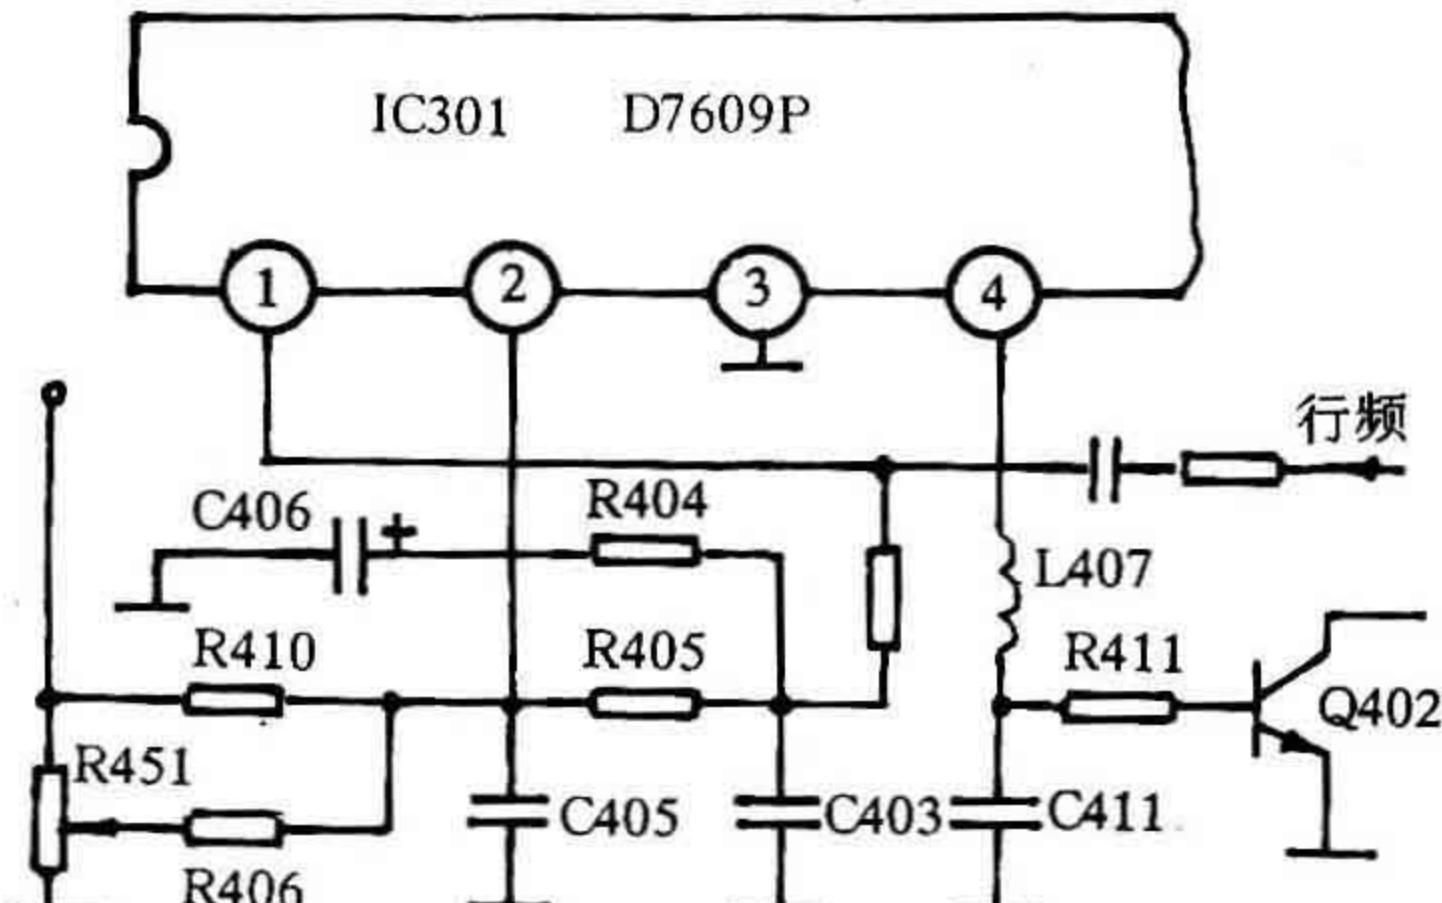

图9 长城 JTC471—2F 彩电行振荡电路
- 为了确定故障点,再测量行逆程脉冲整流滤波获得的+16.5 V电压为0,说明行输出级未工作。测量行推动管Q402的基极电压也是0 V(正常值为0.4 V),说明行振荡电路有故障,没有行频脉冲输出(电路见图9)。